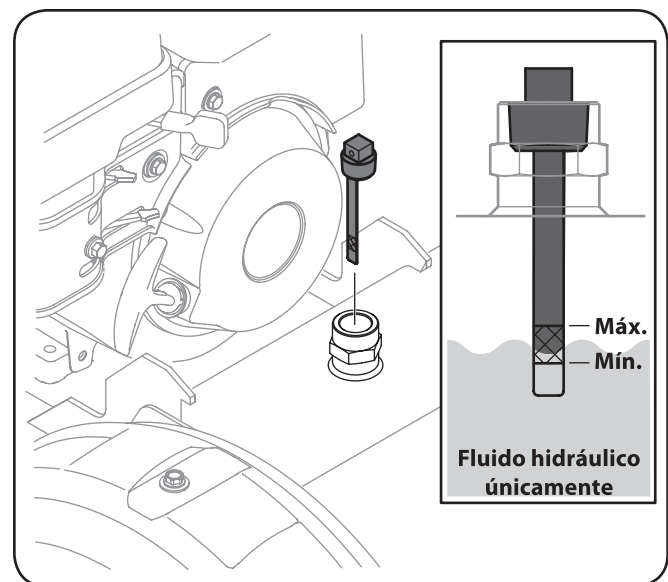

Figura 3-9
- Controle el nivel de líquido con la varilla de nivel. Vea la Figura 3-9. No llene el depósito en exceso.